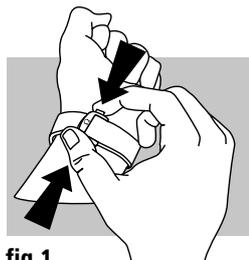
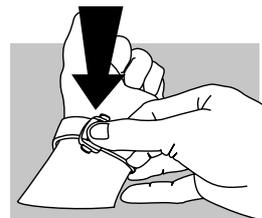

fig. 1
fig. 2
**Apertura (fig. 1):** premere i due pulsanti situati ai lati della fibbia e tirare verso l'alto.
**Chiusura (fig. 2):** indossare l'orologio OMEGA al polso e premere la fibbia fino ad assicurarsi di avvertire uno scatto.
**Apertura (fig. 1):** per aprire, premere i due pulsanti situati sui lati della fibbia OMEGA e tirare verso l'alto.
**Chiusura:** mettere al polso l'orologio OMEGA e chiudere la fibbia pieghevole ① verso l'alto. Far passare nel passante in pelle la punta del cinturino ② verso il basso e poi richiudere la fibbia verso il basso fino a sentire un clic.
**Regolazione della lunghezza (fig. 2):** premere il pulsante "PUSH" nel senso indicato dalla freccia (A) inclinandolo per liberare l'estremità del cinturino (B). Farla scivolare all'interno del dispositivo per ottenere la posizione di regolazione desiderata (C).